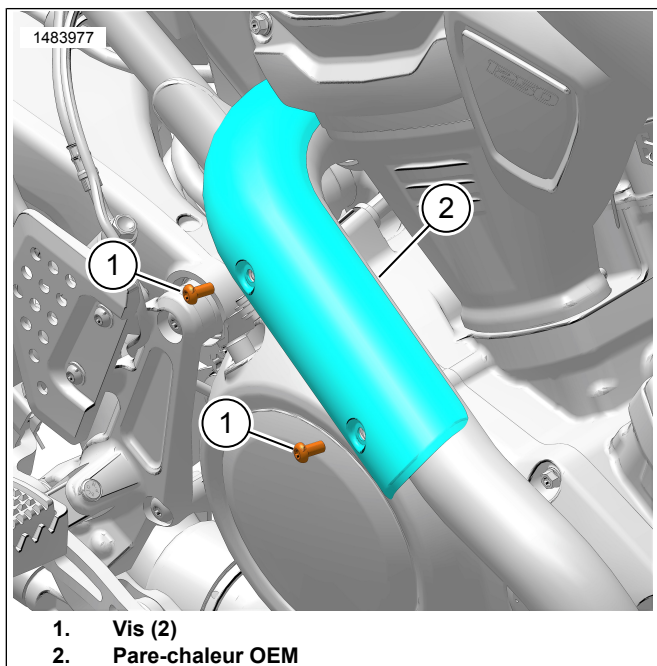

Figure 2. Pare-chauffeur OEM
1. Figure 2 Retirer et éliminer les vis (1).
2. Retirer le pare-chauffeur OEM (2).